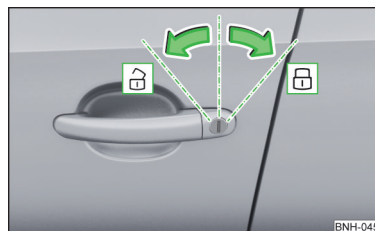

Fig. 46
**Desbloquear/bloquear el vehículo con la llave » fig. 46**